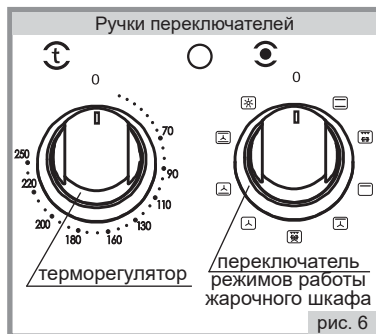

рис. 6
- Установка рабочей температуры в жарочном шкафу обеспечивается терморегулятором, который задает необходимую температуру (рис.6). Значения температур указаны на панели управления и являются ориентировочными, могут колебаться в пределах $\pm 15^{\circ}\text{C}$.
- Ручкой переключателя режимов (рис.6) установить нужный Вам режим работы жарочного шкафа, повернув ручку в любую сторону и установив ее на нужный значок. При этом загорается красная сигнальная лампочка, что означает готовность жарочного шкафа к работе, но нагреватели при этом не включаются.